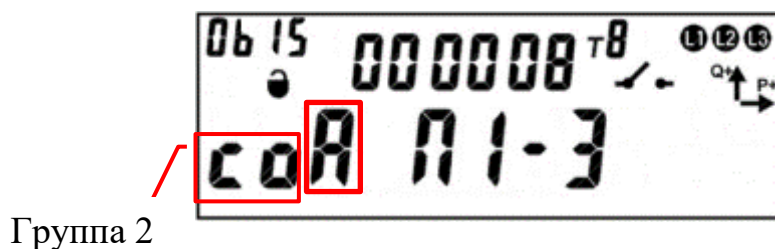

Рисунок 229 – Окно текущего состояния пломбы.
6.15.23 Для пломбирования крышек корпуса и зажимов счетчика кнопкой, необходимо перейти в окно текущего состояния электронной пломбы⁵⁵ (см. рисунок 229). Убедитесь, что «Отложенное пломбирование» разрешено: в группе 2 ЖКИ отображен символ *A*. Убедитесь, что пломбируемые крышки закрыты: в группе 2 – на ЖКИ отображен символ *co* для каждой пломбы.